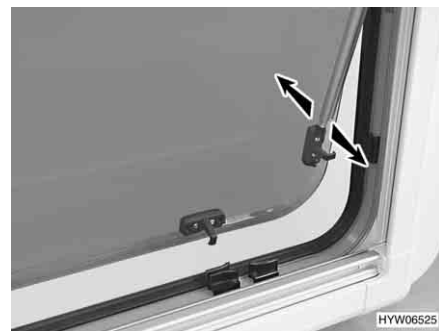

Fig. 53 Finestra apribile con deflettore automatico
- Aprire la finestra apribile fino al punto di arresto desiderato. Il deflettore automatico (Fig. 53) si innesta automaticamente in posizione.